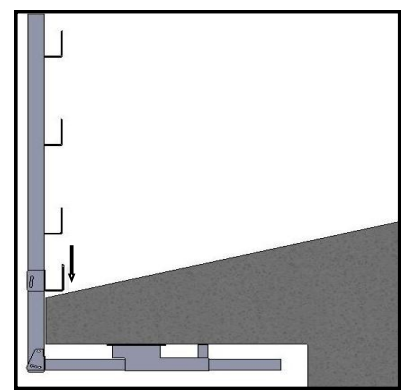

fig.6
- Installare quindi la parte verticale del montante fissandola nella posizione corretta in modo che il parapetto una volta in opera sia il più verticale possibile o comunque entro la tolleranza imposta dalla norma di +/- 15° rispetto la verticale (fig. 3 a pag. 4 e fig. 6 a pag. 9)
- Posizionare la staffa ad "L" inferiore aderente alla superficie di lavoro o comunque nella posizione più bassa possibile (fig.6 a pag 9) e quindi bloccarla, facendo scorrere la vite in dotazione verso il basso all'interno dell'asola ;